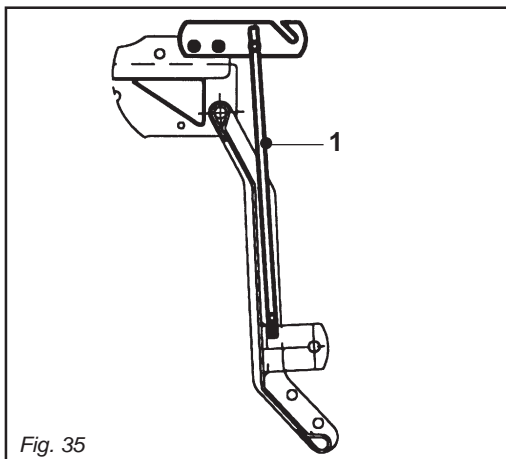

Fig. 35
- 4) **Per mod. AL:** L'asta (1 Fig. 35), va posizionata come in figura per il parcheggio della macchina.
- 4) **For model AL:** *the rod (1 Fig. 35) should be positioned as shown in the figure when parking the machine.*
- 4) **Pour mod. AL:** Pour stationner la machine la barre (1 Fig. 35) doit être positionnée comme indiqué dans la figure.
- 4) **Für Mod. AL:** *Die Stange (1 Abb. 35) ist so anzuordnen, wie in der Abbildung für das Abstellen der Maschine gezeigt ist.*